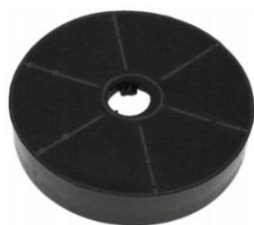

Рис. 4
2) Рециркуляции (рис. 5b) – внутренняя циркуляция воздуха через угольные фильтры (рис. 4).
В этом режиме на вытяжку должны быть установлены угольные запахоулавливающие фильтры (рис. 4). Эти фильтры не входят в комплект вытяжки и приобретаются отдельно. Угольные фильтры следует менять не реже, чем раз в 3 месяца (в зависимости от интенсивности приготовления пищи). Использование вытяжки в режиме рециркуляции снижает ее производительность.